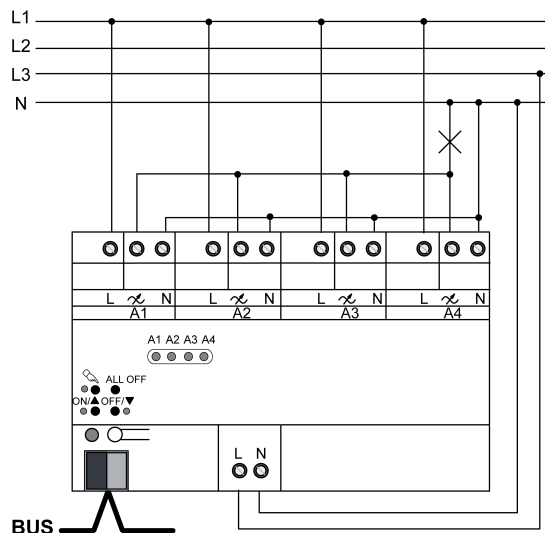

Рисунок 5: Параллельное подключение выходов исполнительных элементов - пример подключения
- Подключите прибор, как показано на примере (рисунок 5).